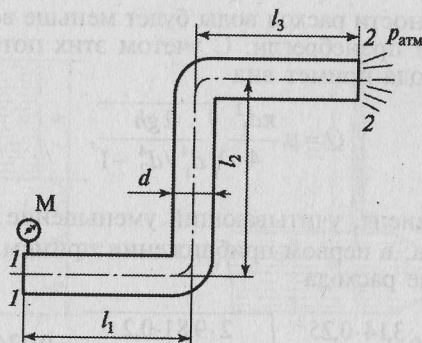

Рис. 5.21
**Задача 5.21.** Трубопровод диаметром  $d = 25$  мм служит для транспортирования воды, которая выливается наружу (рис. 5.21). Показание манометра, установленного в начале трубопровода,  $p_m = 5$  бар.